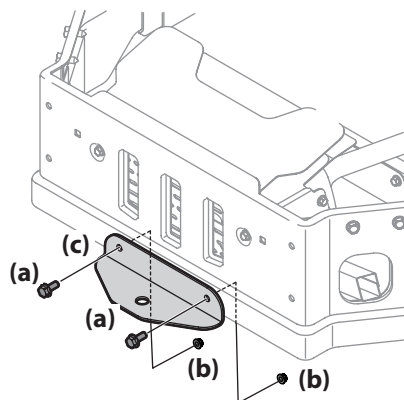

Figura 2-10
2. Coloque la ménsula de enganche como se indica en Figura 2-10 y sujétela con los tornillos hexagonales con brida y las tuercas de seguridad con brida que se extrajeron en el paso 1.